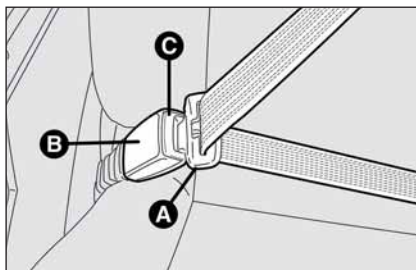

fig. 1
Pour attacher les ceintures, saisir l'agrafe d'accrochage **A**-fig. 1 et l'introduire dans le logement de la boucle **B**-fig. 1, jusqu'à perception du déclic de blocage.
Pour débloquer les ceintures, appuyer sur la touche **C**-fig. 1. Accompagner la ceinture pendant l'enroulement, pour éviter qu'elle ne s'entortille.
*Ne pas appuyer sur le bouton C-fig. 1 pendant la marche.*